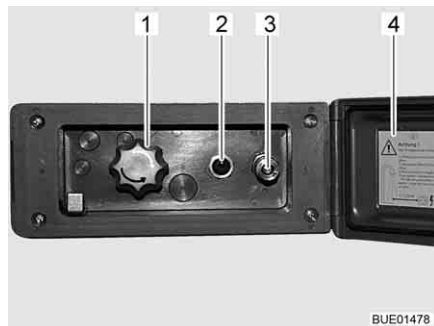

Bild 105 Duschanslutning utsida
- Lås upp och öppna locket (Bild 105,4).
- Anslut ytterduschens slang med snabbkopplingen (Bild 105,3).
- Koppla in vattenpumpen med brytaren (Bild 105,2).
- Ställ in vattentemperaturen enligt önskemål med vredet (Bild 105,1).
- Koppla ur vattenpumpen med brytaren (Bild 105,2).
- Stäng locket (Bild 105,4) och lås det med nyckeln.
- Ställ vredet (Bild 105,1) på mittläget.